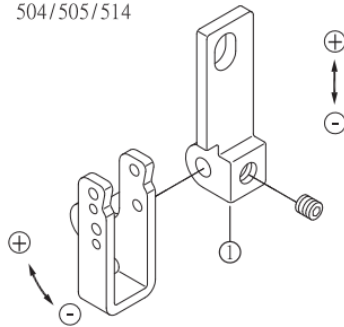

Рис.15
2. Контроль игольной нити (Рис.15)